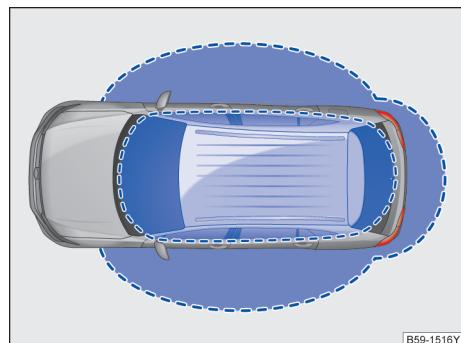
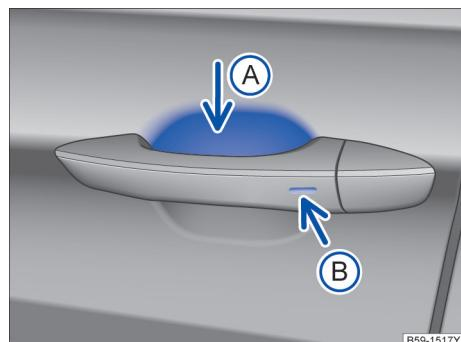

图 52 无钥匙进入闭锁/启动系统：工作范围
图 53 无钥匙系统 Kessy：车门拉手上的传感区
- 触摸在驾驶员或副驾驶员车门拉手内侧的传感区 → 图 53（箭头 A）。
- 触摸车门拉手上的传感区 → 图 53（箭头 B）一次。汽车锁止。
如果在行李厢盖的有效感应区域 → 图 52 有一把有效的遥控钥匙，按压行李厢把手按钮，解锁并打开行李厢盖。
Kessy 是一种无钥匙系统，它可以实现在不操作遥控钥匙的情况下解锁或锁止汽车。操作者只需随身携带一把有效遥控钥匙，并处于车门或行李厢盖的有效感应区域内 → 图 52，同时触摸车门拉手上的传感区之一 → 图 53 或按压行李厢盖上的按钮即可实现。
如果有一把有效遥控钥匙在有效感应区域 内 → 图 52，则无钥匙系统 Kessy 会将访问权限授予该钥匙。紧接着可以在不主动操作遥控钥匙的情况下执行以下功能：
- 要便捷关闭所有电动车窗和天窗，请用手指按住车门拉手上的传感区→图 53(B)几秒钟。
- 松开传感区→图 53 (B) 即可中断该功能。如果在松开车门拉手上的传感区→图 53 (B) 后立即将手放入 (A) 内，则所有车窗停在原位置（安全功能）⚠→第 69 页。